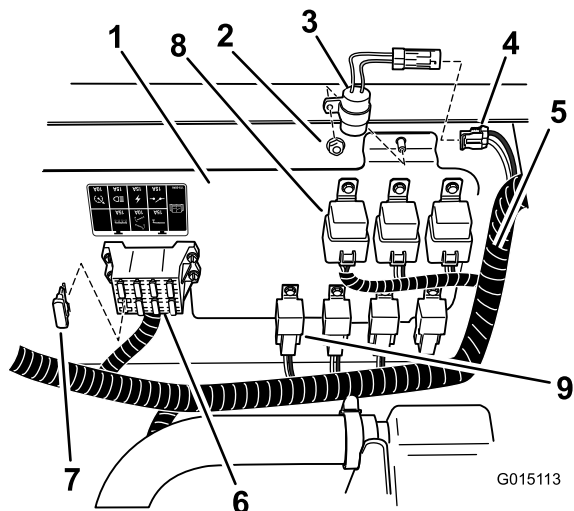
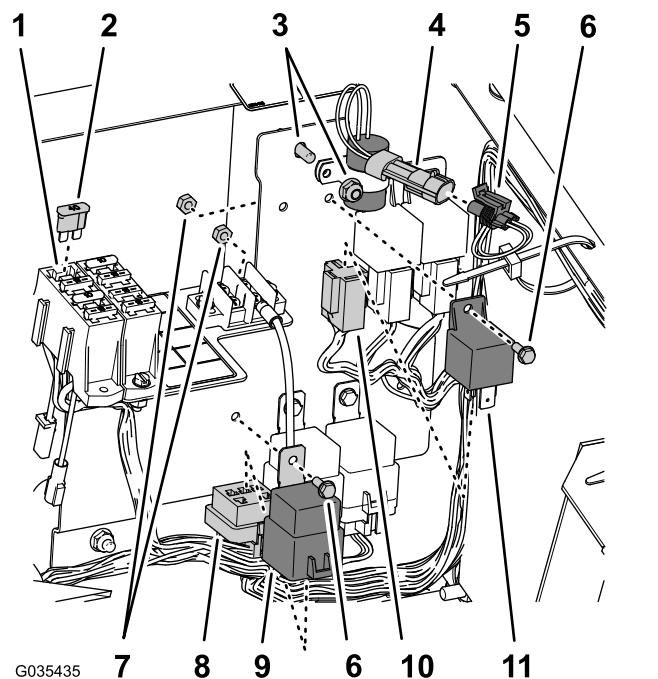
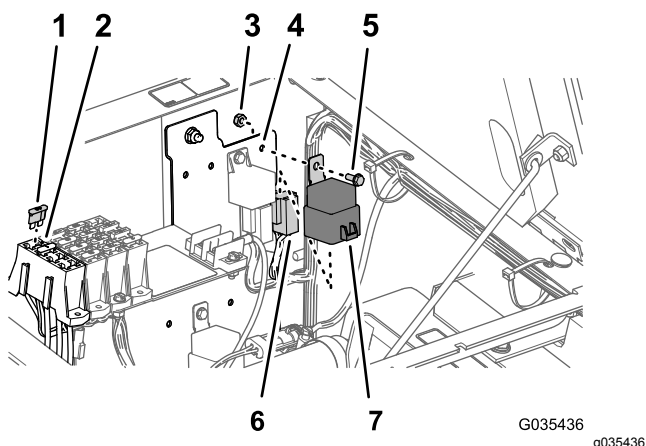

Figure 33
Figure 34
Figure 35
- A. Montez le temporisateur à l'emplacement indiqué à la Figure 33 ou la Figure 34 à l'aide du contre-écrou du panneau électrique.
- B. Branchez le temporisateur au connecteur à 2 douilles « Delay Timer » du faisceau de la machine (Figure 33 ou Figure 34).
3. Insérez un fusible (40 A) dans l'emplacement libre du porte-fusibles, comme montré à la Figure 33, la Figure 34 ou la Figure 35.
4. Localisez le relais et le relais d'alimentation en ligne avec les autres relais du même type, et montez-les sur le panneau (Figure 33, Figure 34 ou Figure 35) à l'aide des 2 boulons à embase (n° 10-24 x 1/2") et de 2 contre-écrous (n° 10-24).
5. Trouvez le connecteur à 4 douilles et le connecteur à 5 douilles sur le faisceau principal et branchez-les au relais (4 broches) et le relais d'alimentation (5 broches), comme montré à la Figure 33, la Figure 34 ou la Figure 35.